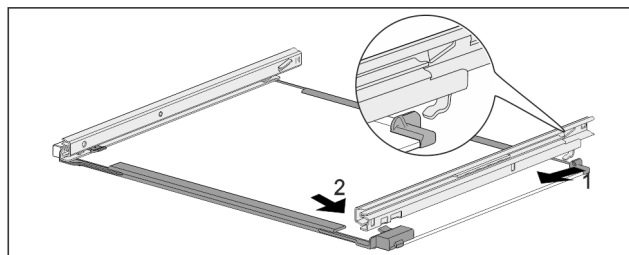

Fig. 175 Üveglap sínekkal
- ▶ Akassza be hátul a sínt. Fig. 175 (1)
- ▶ Elöl pattintsa be a sínt. Fig. 175 (2)